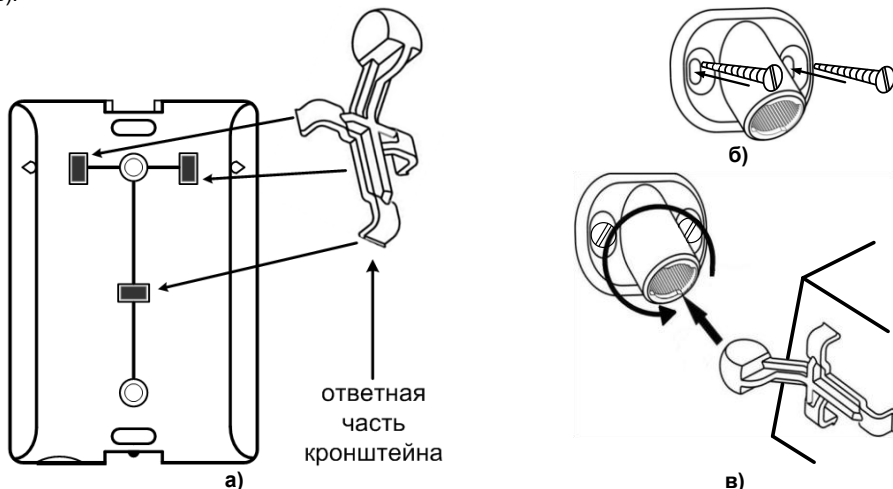

Рис.13 Установка кронштейна и сигнализатора
3. Проведите разметку отверстий для монтажа с учетом положения отверстий в основании кронштейна. Закрепите основание кронштейна на выбранном месте стены (рис.13б).
4. Установите на основание сигнализатора ответную часть кронштейна (рис.13а).
7. Соедините части кронштейна и поверните сигнализатор в нужное положение (см. – рис.13в).